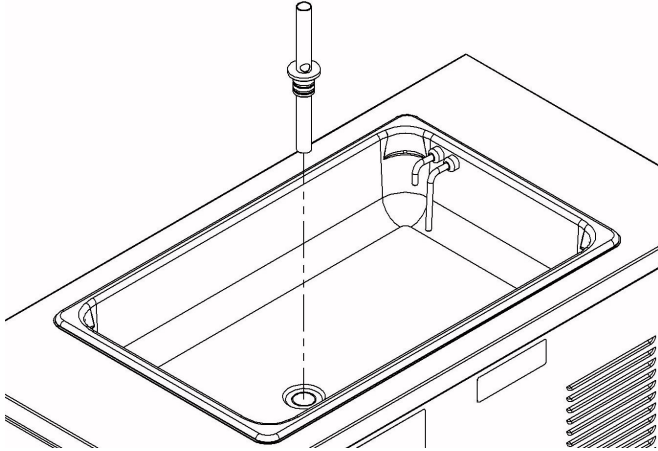

Figura 3-2 Regulador de entrada de mezcla
- B. Si usa una mezcla de batido, coloque el regulador de entrada de mezcla en el depósito (consulte la Figura 3-2). Si usa una mezcla de granizado, no es necesario usar el regulador de entrada de mezcla.